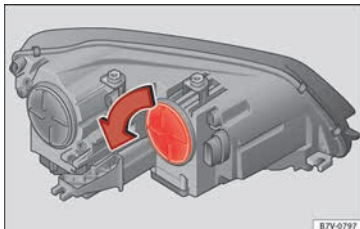

Abb. 108 Im Motorraum: Blinkerabdeckung.
2.	Abdeckung » Abb. 108 in Pfeilrichtung drehen und abziehen.
7.	Abdeckung » Abb. 108 entgegen der Pfeilrichtung bis zum Anschlag drehen.